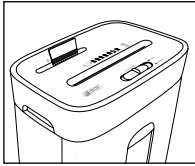

Fig. 8
Introduisez la carte de crédit par le haut et centrée dans la fente de coupe des CD/cartes de crédit ❷ (voir fig. 8) et poussez l'interrupteur *REV/OFF/AUTO/FWD* ❸ en position *FWD* ("forward" [anglais] = en avant).